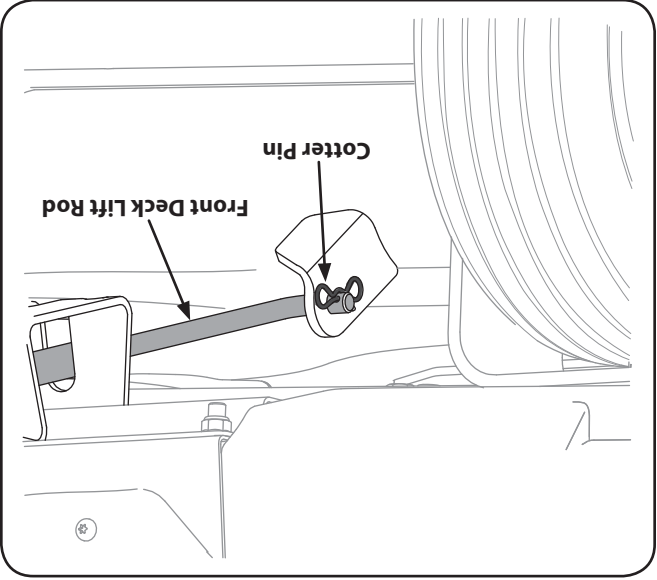

Figure 7-6
6. Sortez la goupille fendue de la tige de relevage avant du plateau de coupe qui maintient celle-ci sur le plateau de coupe. Voir la figure 7-6. Dégagez la tige de relevage du plateau de coupe du crochet de support avant.
4. Sortez les goupilles de soutien et manœuvrez le plateau de coupe pour aligner les trous des bras de relevage avec les goupilles. Voir la Figure 7-6.
6. Réinstallez la tige de relevage avant du plateau de coupe et maintenez-la en place avec la goupille fendue. Voir la figure 7-6.